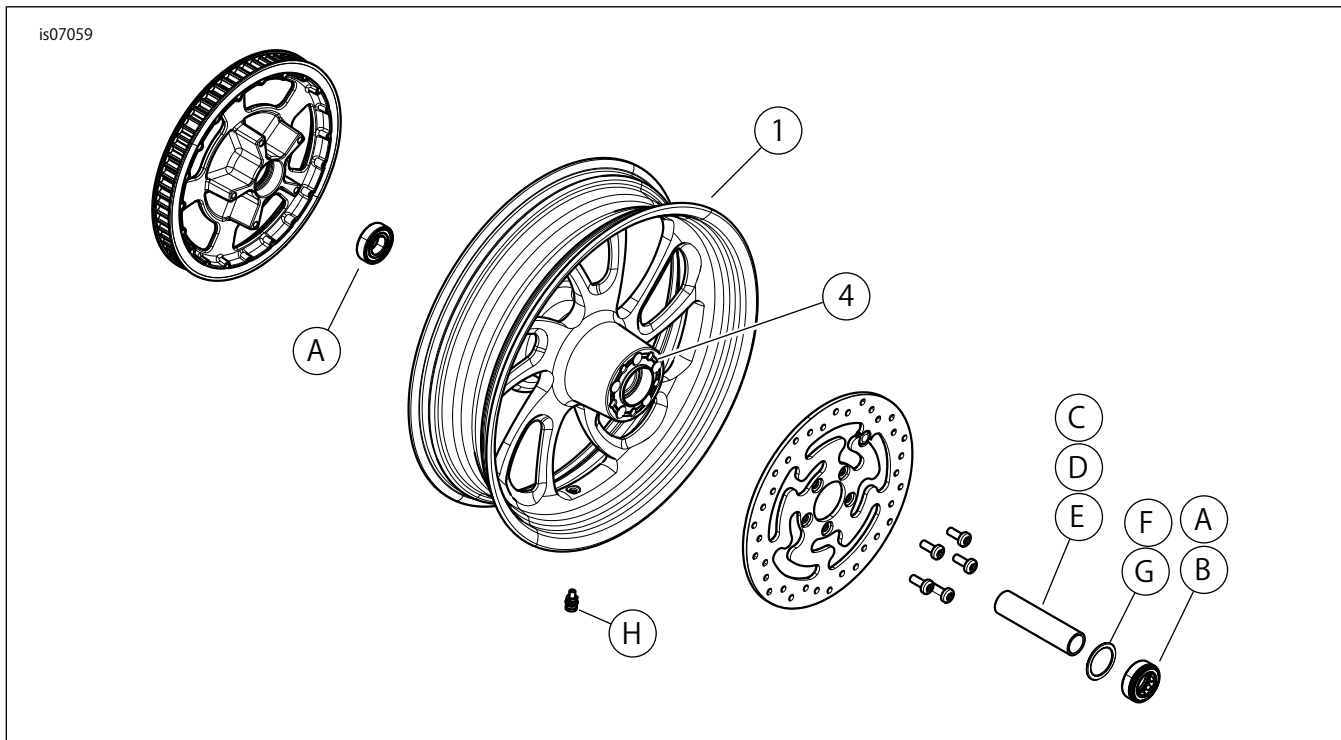

図1。交換用パーツ:リアブレードホイール
「図1」および「交換用パーツ表」を参照してください。
2. 「図1」を参照してください。バルブシステムアッセンブリー(H)をホイールに取り付けます。サービスマニュアルを参照してください。